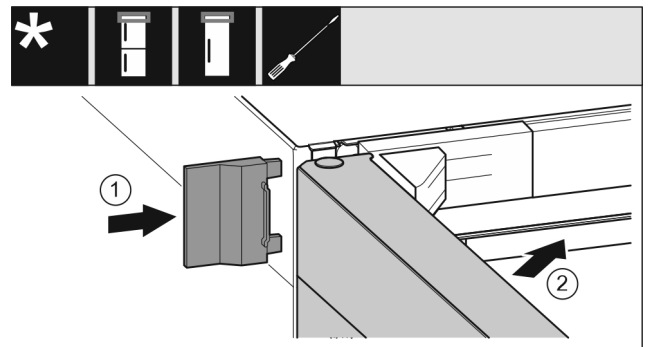

Fig. 22
- ▶ Нахлузете външния капак. Fig. 22 (1)
- ▶ Затворете горната врата. Fig. 22 (2)